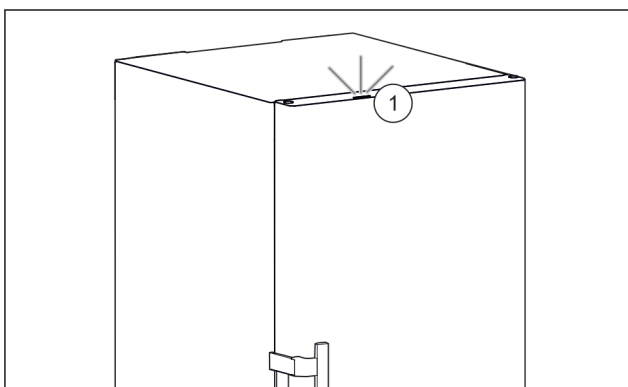

Fig. 42 Aktivno svjetlo statusa kada su vrata zatvorena
- Svjetlo statusa Fig. 42 (1) je aktivirano.